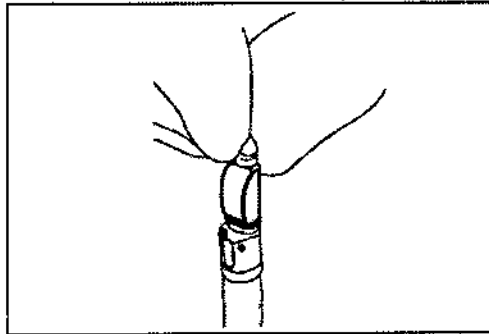

Figura 4.6
3. Retire con cuidado la cinta delantera de la ranura de fijación del balón (véase la figura 4.6).